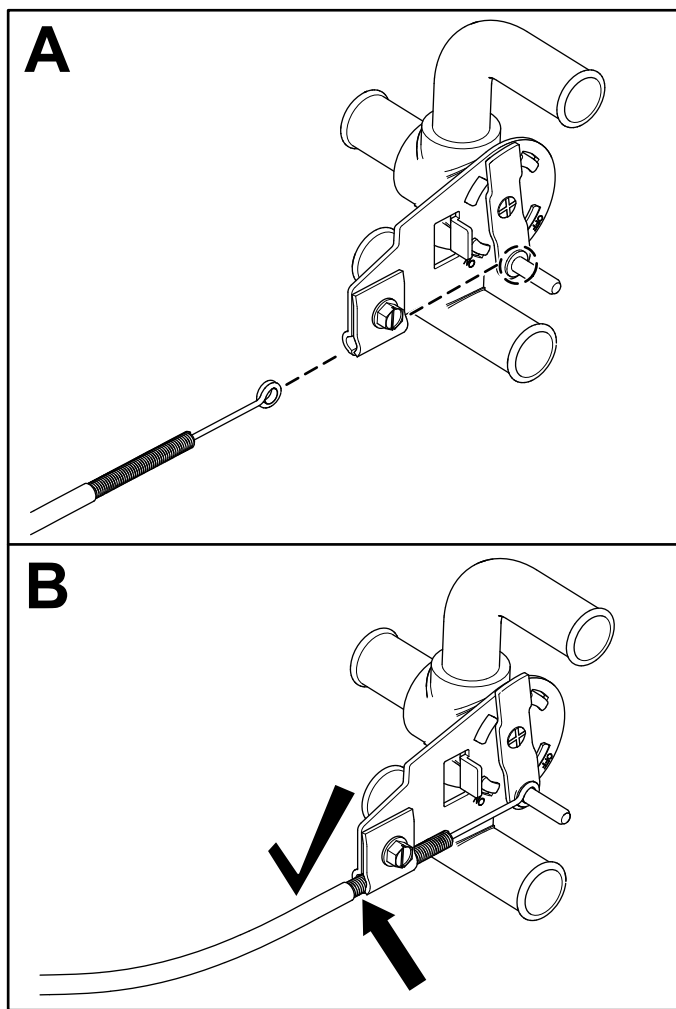

Рисунок 8
8. Убедитесь, что водяной вентиль находится в среднем положении, и подсоедините его к другому концу троса управления (Рисунок 8).